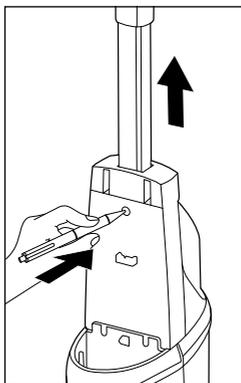

Fig. 2
► Se si desidera rimuovere nuovamente l'estremità superiore ❶ dall'apparecchio, per prima cosa bisogna togliere il contenitore dell'acqua pulita ❶ dall'apparecchio per accedere al dispositivo di bloccaggio dell'estremità superiore ❶ (vedere capitolo **Riempimento del contenitore dell'acqua pulita**). Dopo aver tolto il contenitore dell'acqua pulita ❶, premere il dispositivo di bloccaggio dell'estremità superiore ❶ fuori dall'apertura di innesto con un oggetto appuntito. Poi si può estrarre nuovamente l'estremità superiore ❶ dall'apparecchio (vedere fig. 2).